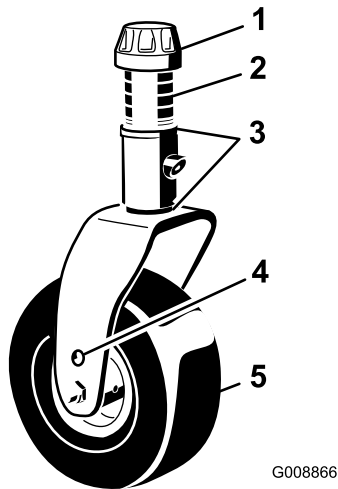

Figure 28
3. Ajoutez ou retirez des cales de 3 mm sur la fourche d'une ou de plusieurs roues pivotantes pour que la hauteur de coupe corresponde à celle indiquée sur l'autocollant (Figure 28) ; voir Réglage de la hauteur de coupe (page 28).